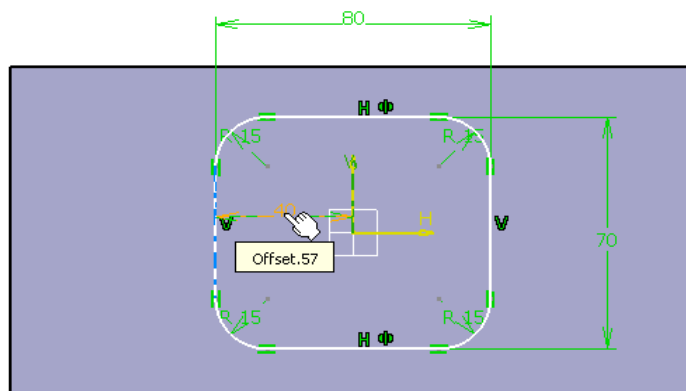

Рис. 128
14) На ескізі двічі натиснути на значенні зсуву, як показано на малюнку (рис. 128).